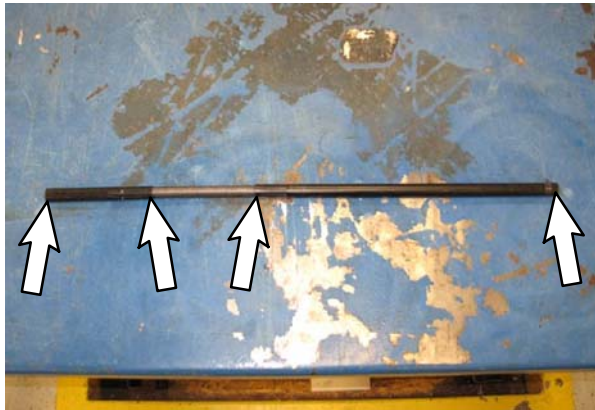

FIG. 29
1. Utilisez un chiffon imbibé d'alcool (6) pour nettoyer l'huile à l'intérieur de l'alésage du nouveau raccord de direction (3) et au niveau des deux extrémités du nouvel arbre de direction (1). **Ne pas** nettoyer la partie flexible de l'arbre de direction. (Fig. 29)